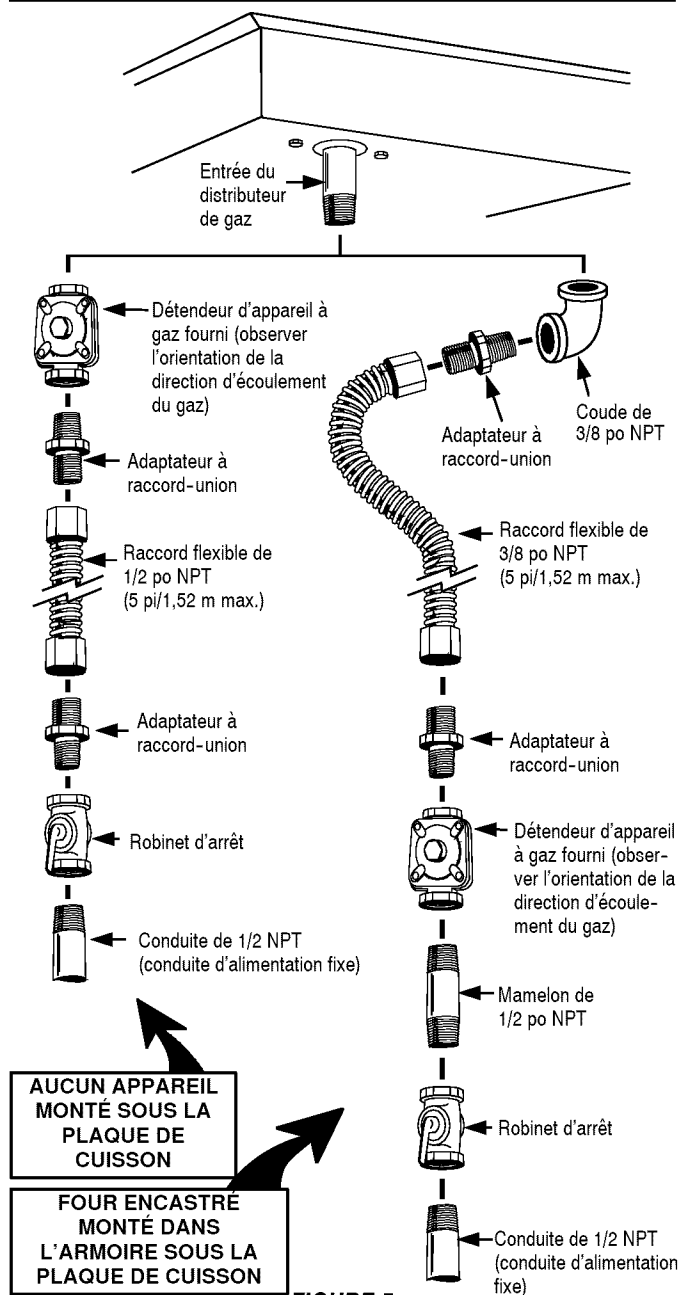

FIGURE 5
- Si la méthode alternative montrée à la figure 5 est sélectionnée, aucun raccord-union n'est nécessaire. (Le raccord flexible illustré offre les joints de raccord nécessaires pour permettre les interventions de service après-vente.) En cas de présence d'une cloison, si un raccord flexible est utilisé, il est recommandé, pour plus de commodité à la pose comme pour le service après-vente, que le raccord flexible traverse la cloison. **Tout raccord flexible utilisé avec cet appareil doit satisfaire aux conditions indiquées dans le texte qui accompagne la figure 5.**
Sauf si les codes et règlements locaux l'interdisent, un raccord flexible métallique neuf certifié A.G.A. peut être utilisé pour raccorder cet appareil à l'alimentation en gaz. Le raccord flexible ne doit pas faire plus de 5 pieds (1,52 m) de long. Tel qu'illustré à la figure 5, utiliser un adaptateur à raccord-union approprié à chaque extrémité du raccord flexible. Si un raccord flexible est utilisé, veiller à ce que le détendeur de l'appareil et le robinet d'arrêt soient raccordés solidement à une autre conduite rigide permanente (conduite de gaz ou distributeur de gaz de l'appareil) de façon à conserver une position fixe. Voir l'illustration ci-dessous.